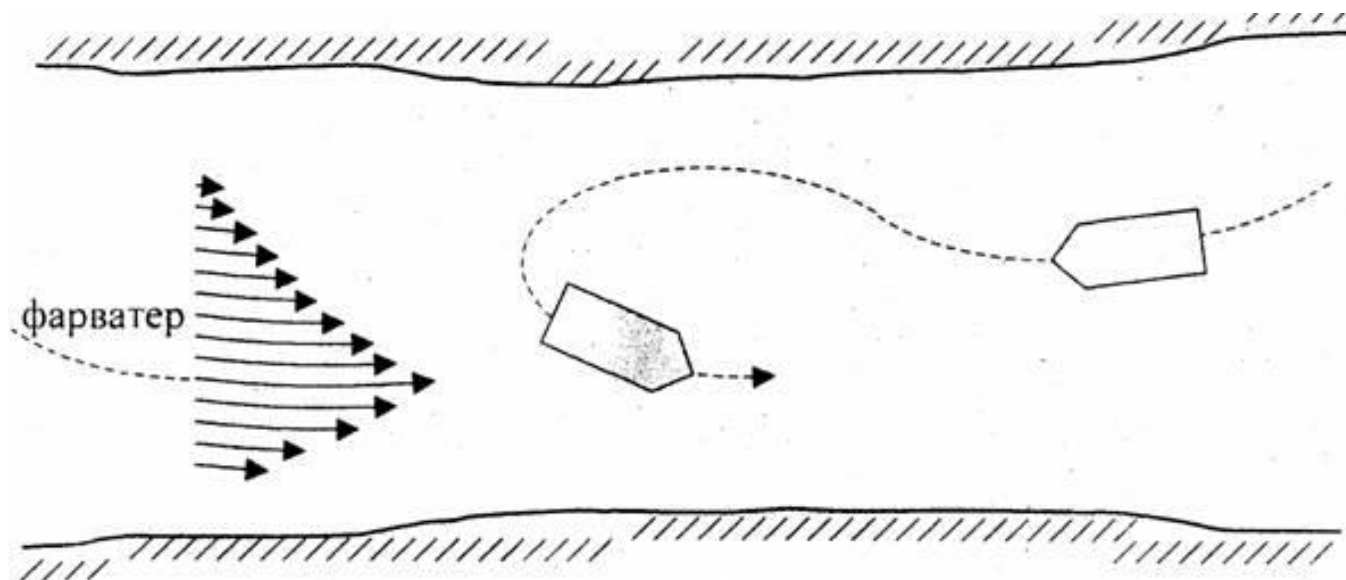

Рис.23 Поворот на обратный курс против течения
3. При движении против течения поворот на обратный курс следует производить «из тихого течения» в сторону «быстрого течения» (рис. 23), в этом случае более сильное течение быстро забрасывает нос в сторону обратного курса.